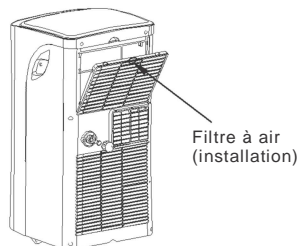

Fig. 25
- **Installation :** installez le filtre à air après le nettoyage (voir Fig.25).